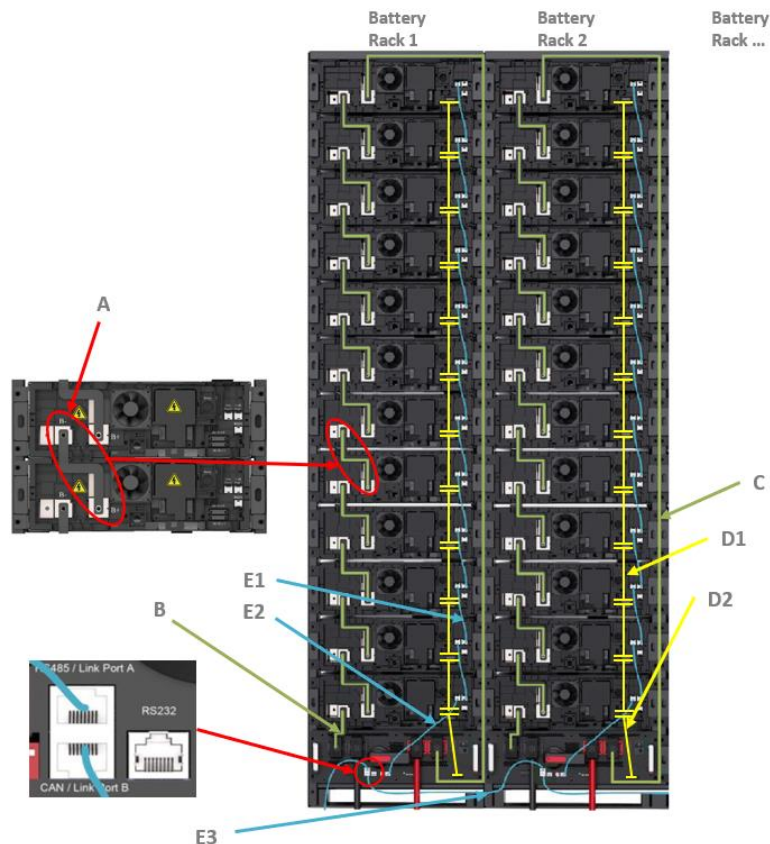
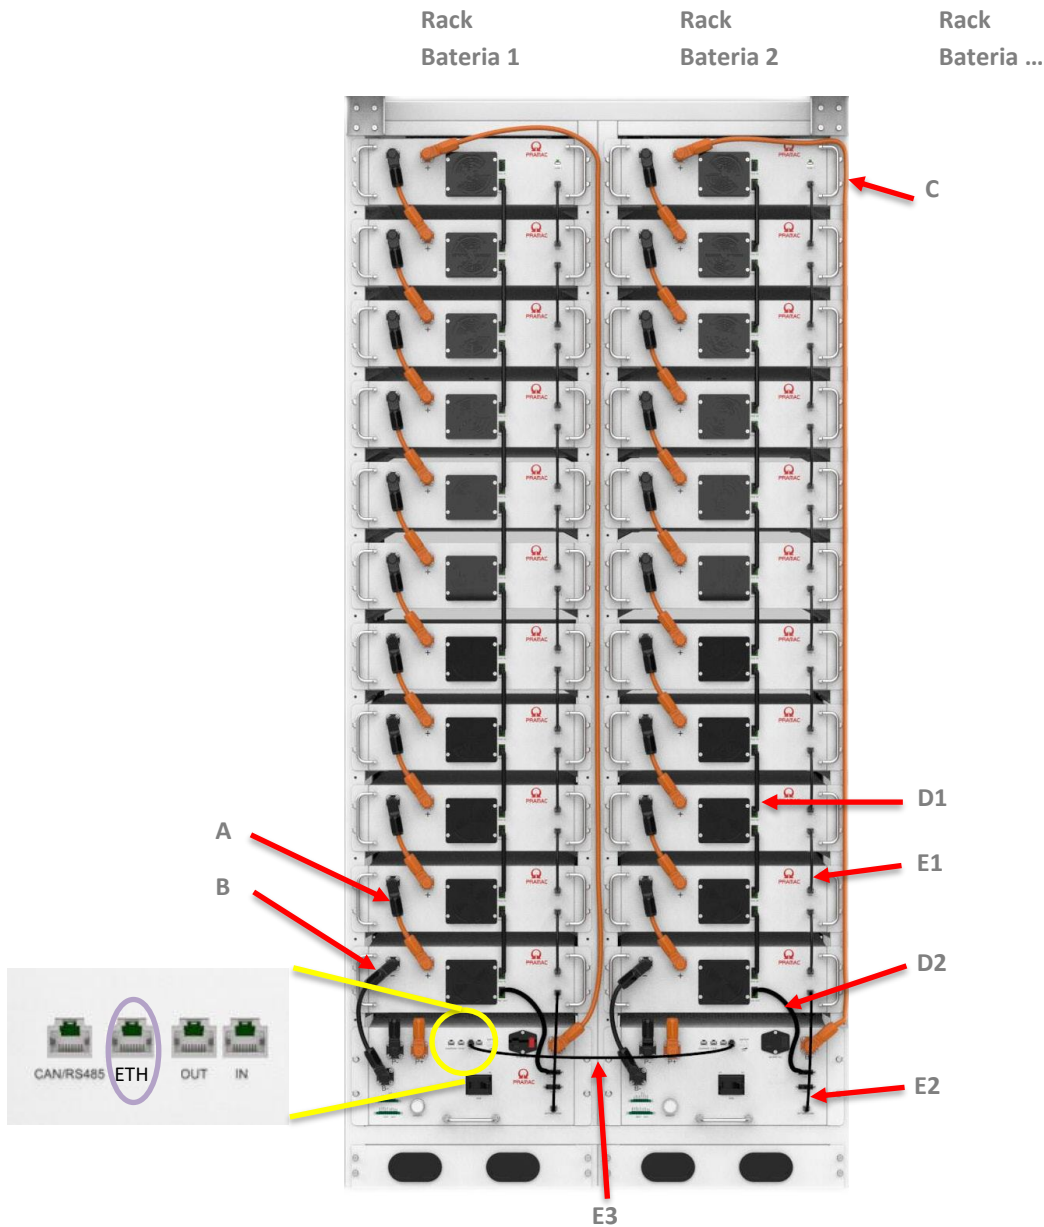

Figura 3-11: Visão geral da cablagem do rack de bateria BSC MAX Pro
Figura 3-13: Visão geral da cablagem BSC PWR
- Conecte a cablagem CC conforme mostrado (linhas A, B e C – veja "Figura 3-11: Visão geral da cablagem do rack de bateria BSC MAX Pro").
Ver "Figura 3-11: Visão geral da cablagem do rack de bateria BSC MAX Pro" e "Figura 3-13: Visão geral da cablagem BSC PWR".